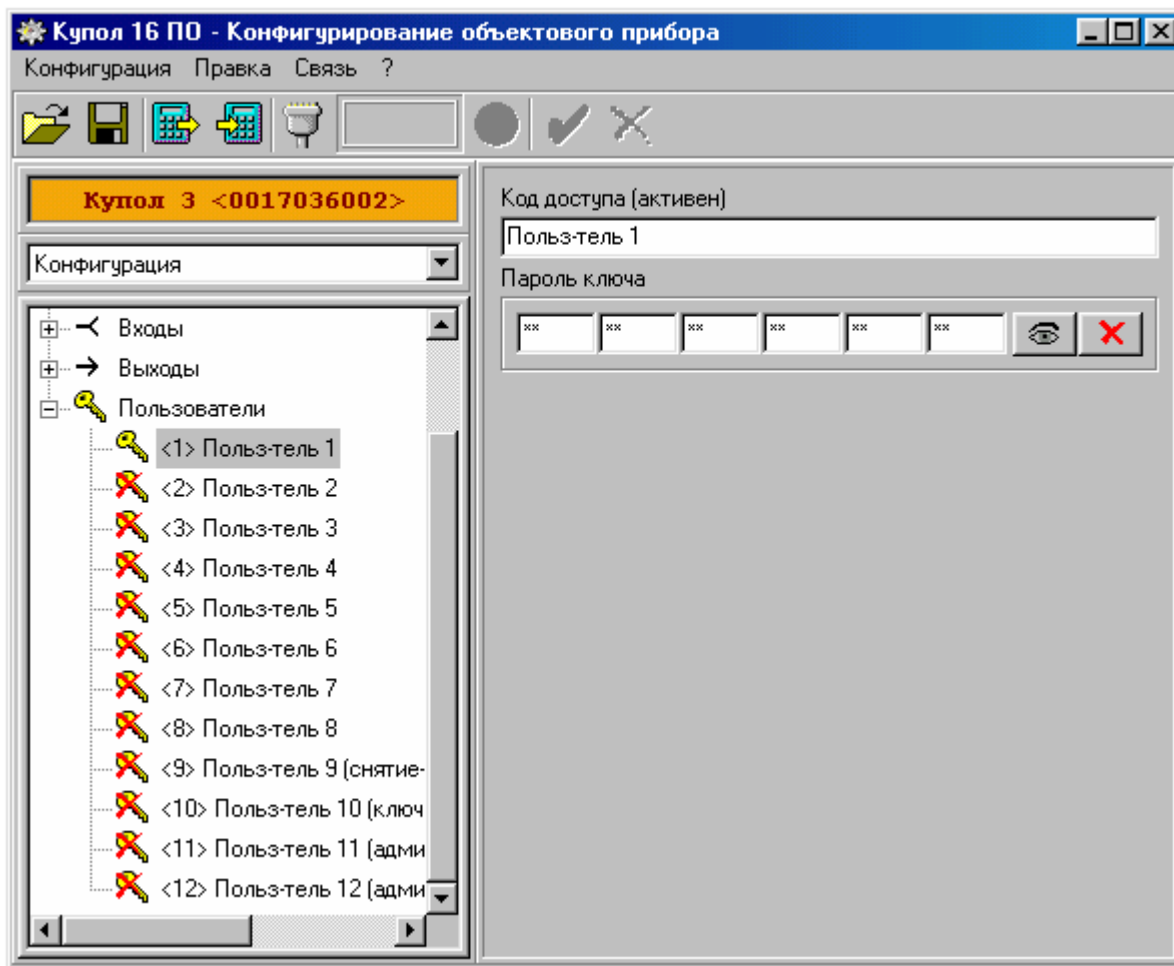

Рис. 10.10. Типовое окно регистрации электронных ключей.
10.2.4.1.4. Электронные ключи могут быть зарегистрированы как с помощью программатора «**ПС-24**» из меню «**Ввод электронных ключей**», так и компьютером с использованием программы «**Конфигурирование объектового прибора**». Типовое окно программы конфигурирования объектового прибора при регистрации электронных ключей показано на рис.10.10.